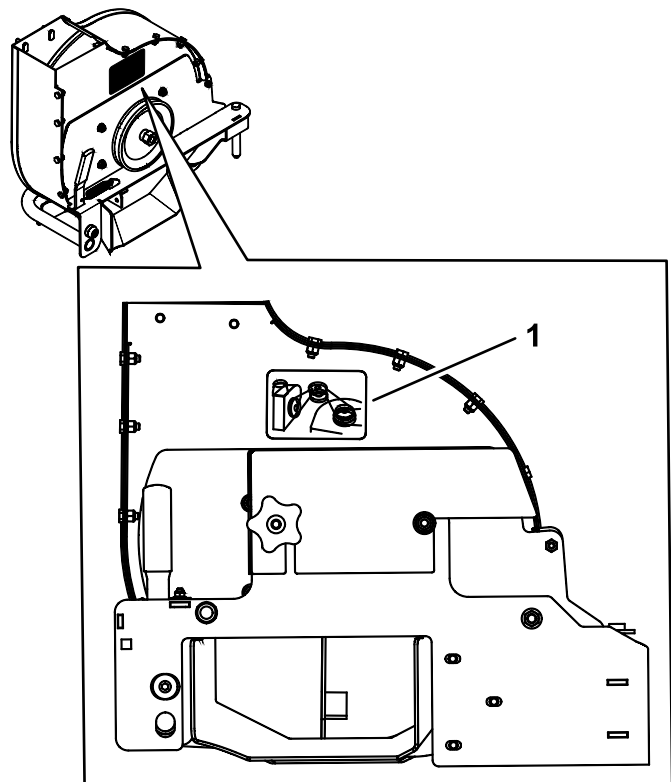

Figura 4
7. Instale la pegatina (Figura 4).